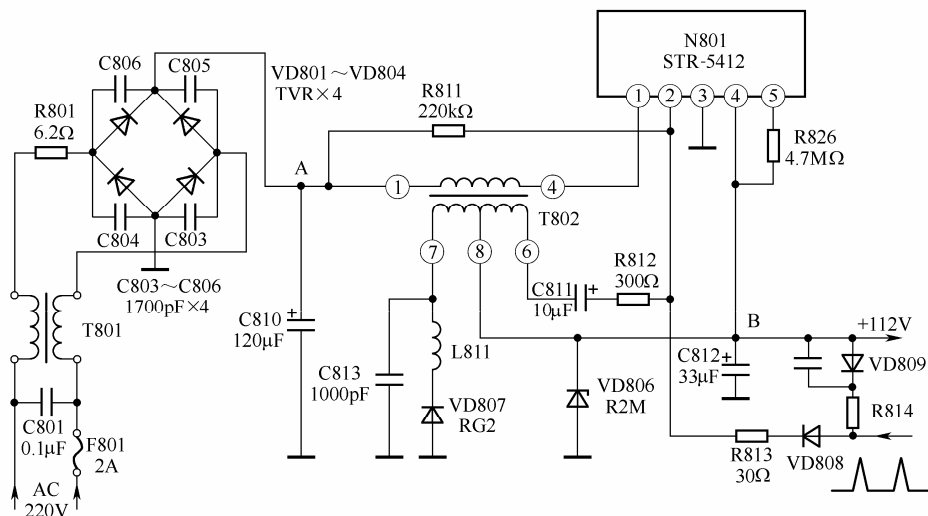

图 3-4 东芝 TA 两片机开关电源电路
1) 以图 3-4 所示东芝 TA 两片机开关电源电路为例, 测量 C810、C812 上的直流电压,
2) 在图 3-4 所示电路中设置一个故障元件，如电阻开路、电容失效、三极管击穿，使输出电压不正常，要求采用电压测量法、电阻测量法找出故障元件，写出检修报告。
开关电源电路具有效率高、体积小、重量轻等优点, 所以在电子产品中广泛应用, 如电视机、计算机显示器、DVD、笔记本电脑等。开关电源电路复杂, 种类很多, 故障率高, 维修难度大。有人说, 会检修开关电源故障, 也就会检修电子产品故障。以图 3-4 所示的开关电源电路为例, 工作原理与故障检修分析如下。